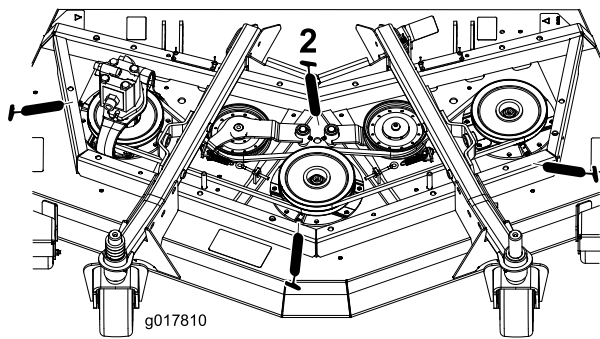

Figura 40
- Cuscinetti (3) dell'asse del perno (situati sotto la puleggia) (Figura 40)
- Boccole del perno del braccio di rinvio (Figura 40)